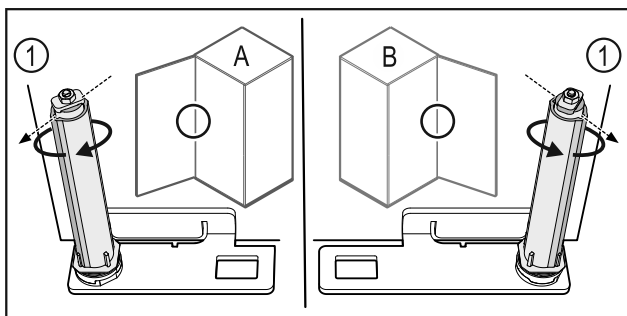

Fig. 61 Hapja majtas (A) / Hapja djathtas (B)
- Rrotulloni sistemin e mbylljes kundër rezistencës, derisa shufra e sistemit të mbylljes Fig. 61 (1) të jetë drejtuar nga jashtë.